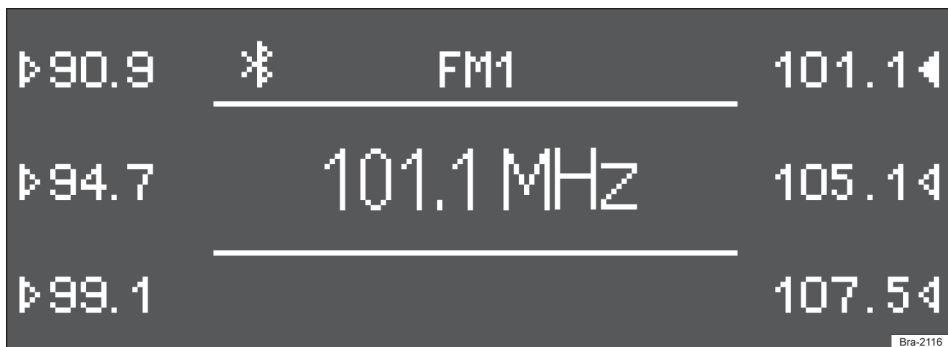

Fig. 135 Estações salvas nos botões de estação do nível de memória FM1.
- A estação atualmente ajustada (na → Fig. 135: 101.1 MHz) é, então, salva neste botão de estação.